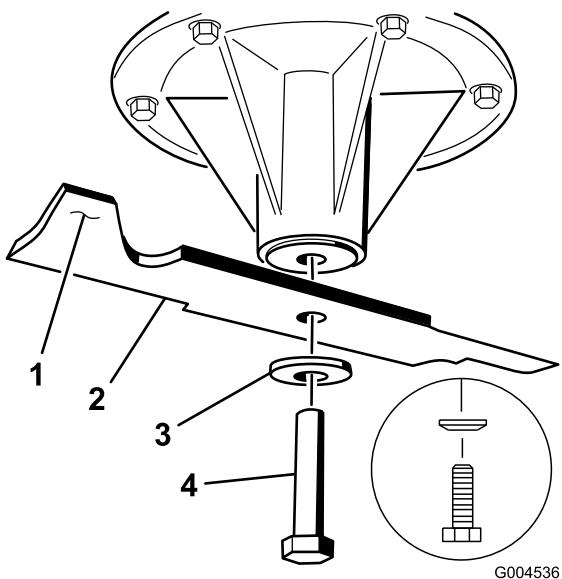

Figura 92
2. Retire del eje el perno de la cuchilla, la arandela curva y la cuchilla (Figura 92).